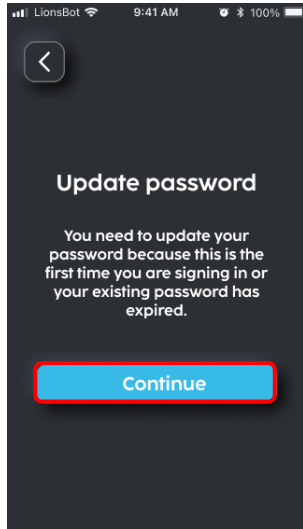

Fig. 4
3. Klik op 'Continue (Doorgaan)' op de pagina Wachtwoord bijwerken (fig.4).